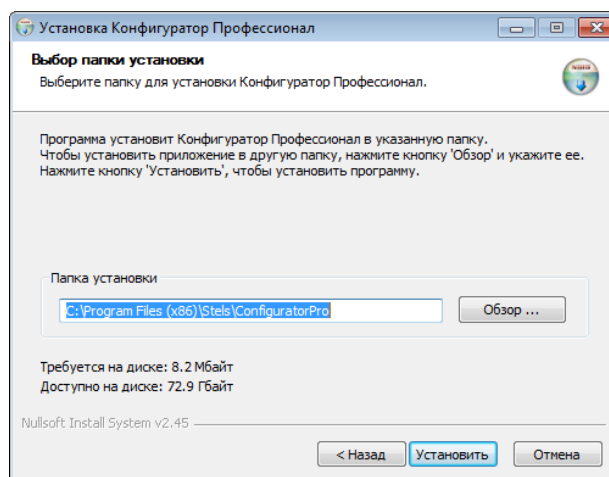

Рисунок 4.2 — Окно *Выбор папки установки*
2. В следующем окне укажите папку установки и нажмите кнопку **Установить** (см. рисунок 4.2).